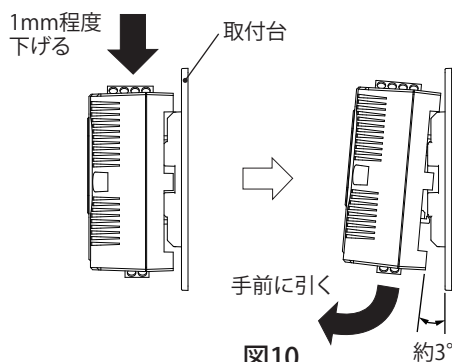

図10
- 本体を 1mm 程度押し下げながら、手前に約 3°の角度に傾くまで引きます。(図 10)